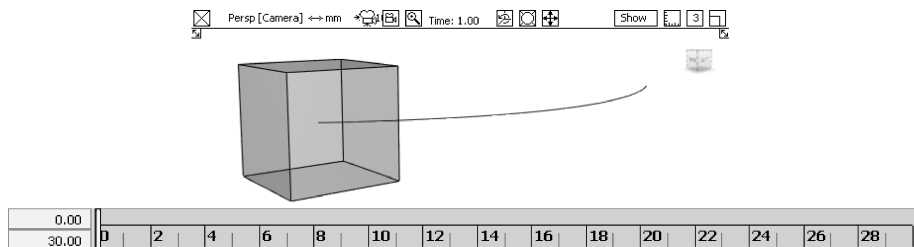

图 7-55 运动路径动画
- 06 如图 7-55 所示，创建了一个立方体沿着一条曲线移动的运动路径动画，起始关键帧分别为 0、30。